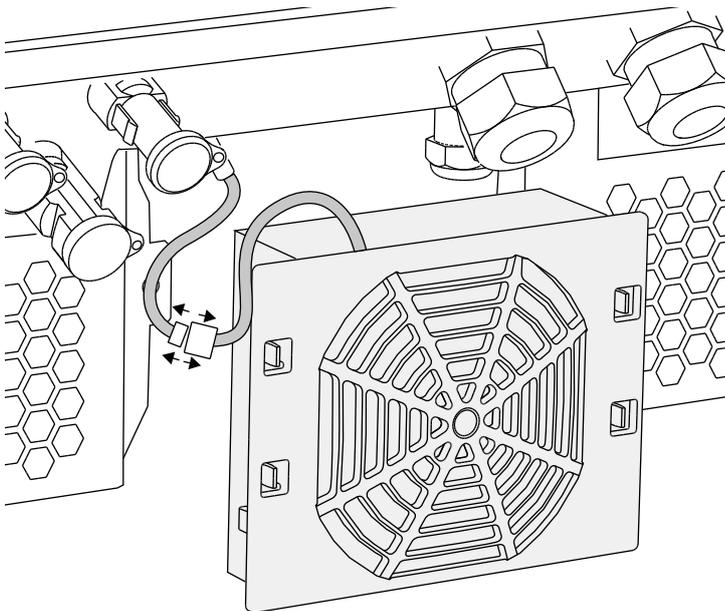

Fig. 59: Staccare il cavo della ventola
4. Estrarre completamente il gruppo ventola dall'involucro inverter. A tale scopo staccare il connettore del cavo della ventola. **Fig. 59**